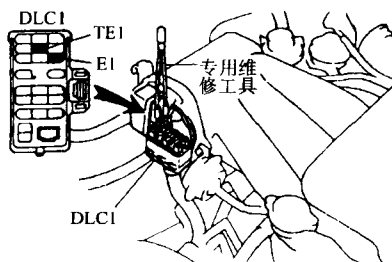

图 10 使用专用维修工具——1MZ-FE 发动机
5) 用专用维修工具 09843-18020 将数据传输连接接口 1 的 TE1 与 E1 接线柱相连。用正时灯检查点火正时:变速器处于空档怠速时应为上止点前 $8^\circ \sim 12^\circ$ 。从数据传输连接接口 1 上拆下专用维修工具(图 10)。